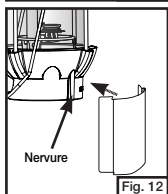

Fig. 12
- Position de rangement. Le réflecteur s'attache d'un coup sec aux nervures derrière le col. (Fig. 12 et 13)